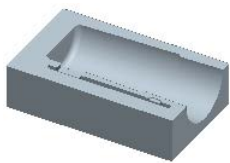

图 7.17 模型的下半部分体积块
Step3. 在“体积块分割”操控板中单击 **体积块** 按钮，在“体积块”界面中单击 **1** ☒ **体积块_1** 区域，此时模型的下半部分变亮，如图 7.17 所示，然后在选中的区域中将名称改为 **lower_mold**；在“体积块”界面中单击 **2** ☒ **体积块_2** 区域，此时模型的上半部分变亮，如图 7.18 所示，然后在选中的区域中将名称改为 **upper_mold**。